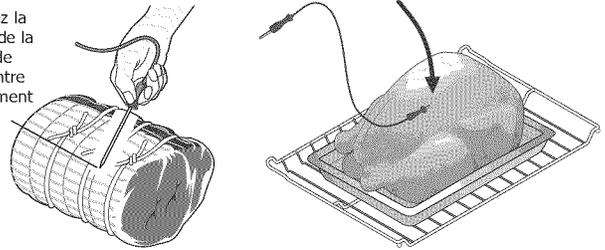

Figure 16 : Sonde insérée dans la partie la plus épaisse de l'aliment
N'utilisez pas d'ustensiles de cuisine pour tirer sur le câble ou les poignées de la sonde. En tout temps, insérez et retirez la sonde à l'aide de ses poignées (Voir Figure 16), et utilisez toujours des maniques pour vous protéger les mains contre les brûlures.
- Insérez toujours la sonde de sorte que la pointe se trouve au centre de la partie la plus épaisse de la pièce de viande ou de l'aliment (Voir Figure 16). Pour obtenir une lecture juste de la température, la sonde ne doit pas toucher aux os, au gras, au cartilage ni à l'ustensile.
- Pour une volaille ou une dinde, insérez complètement la sonde dans la partie la plus épaisse de la poitrine (Voir Figure 16).